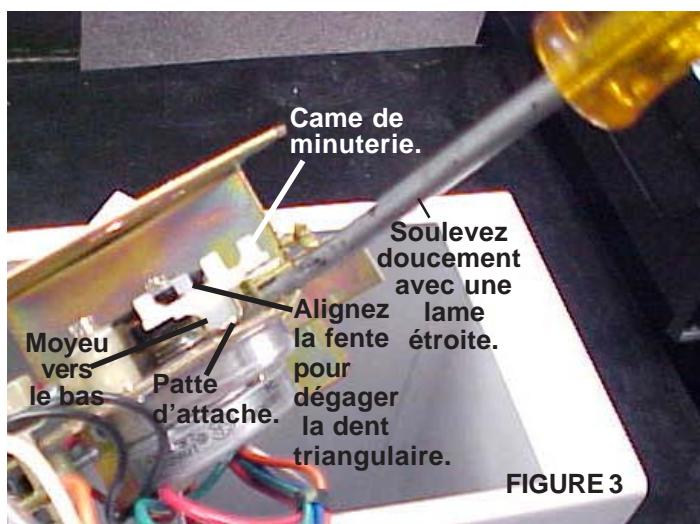

FIGURE 3
- Faites tourner la came à la main jusqu'à ce que les lignes en « V » de la fente soient alignées sous la dent triangulaire. Voir Fig. 3.